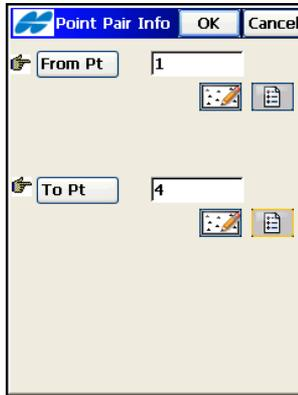

Abbildung 10-25. Punktpaar
1. Mit **Neu** geben Sie Punktpaare oder ebene Positionen zum Ermitteln der Transformationsparameter ein. Tippen Sie nach dem Definieren aller erforderlichen Paare auf **Weiter**. Das Fenster **Punktpaarinfo** erscheint (Abbildung 10-25 auf Seite 10-24).